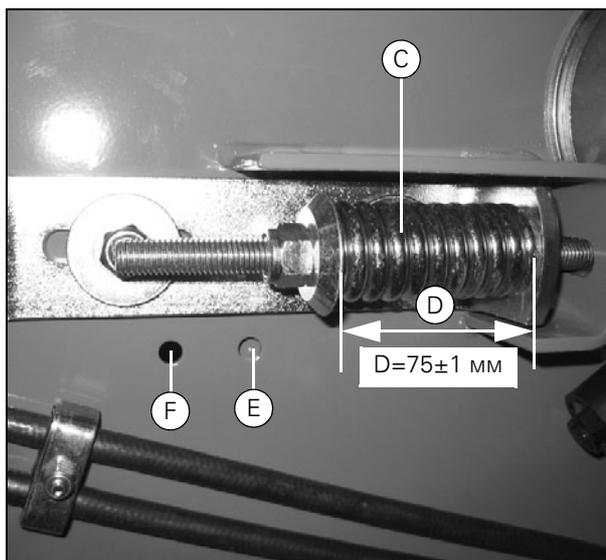

Рисунок 13
- Натяните цепь, сжав пружину (С) (Рис. 13). Расстояние (D) =  $75 \pm 1$  мм. Помните, что упругость пружины блокируется втулкой, если данное расстояние равно 74 мм.
**ВАЖНОЕ ЗАМЕЧАНИЕ:** Убедитесь, что цепь элеватора имеет нужную длину. Длину цепи необходимо отрегулировать таким образом, чтобы подвеска вала закрывала переднее смотровое отверстие (Е) и не была видна в заднем отверстии (F) (Рис. 13).